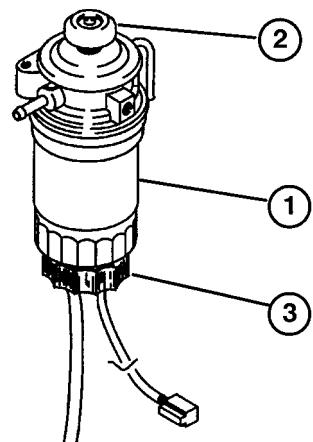

図21
3. フィルタ/セパレータのドレン・プラグを開き、たまっている水を出す。必要ならプライミング・ポンプを使う（図21）。水抜きが終わったらドレンを確実に閉める。